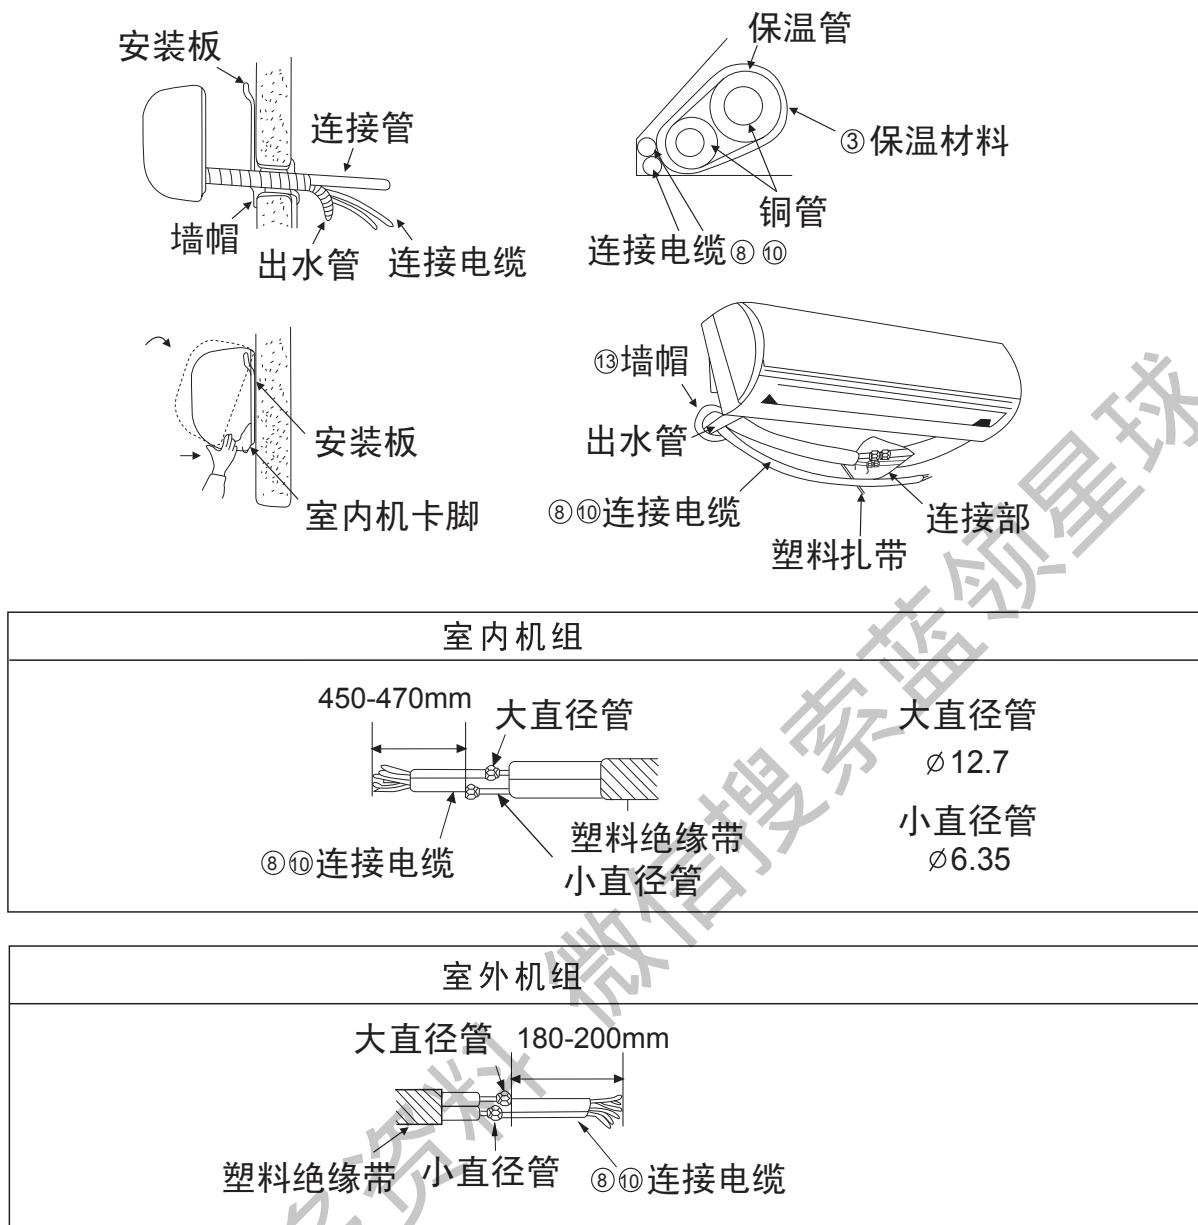

图11
(如图11所示)
- (6) 室内外连接管与电线的排列安装按图11所示。